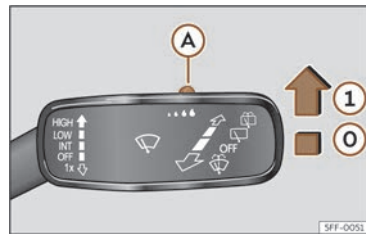

Fig. 81 Levier des essuie-glaces : régler le détecteur de pluie (A).
Poussez le levier dans la position souhaitée >>> **fig. 81**.
- ① Détecteur de pluie activé ; balayage automatique si nécessaire.
Après avoir coupé le contact et l'avoir remis, le capteur de pluie reste activé et reprend sa marche lorsque l'essuie-glace se trouve dans la position >>> **fig. 81** ① y et que vous circulez à plus de 16 km/h (10 mph).